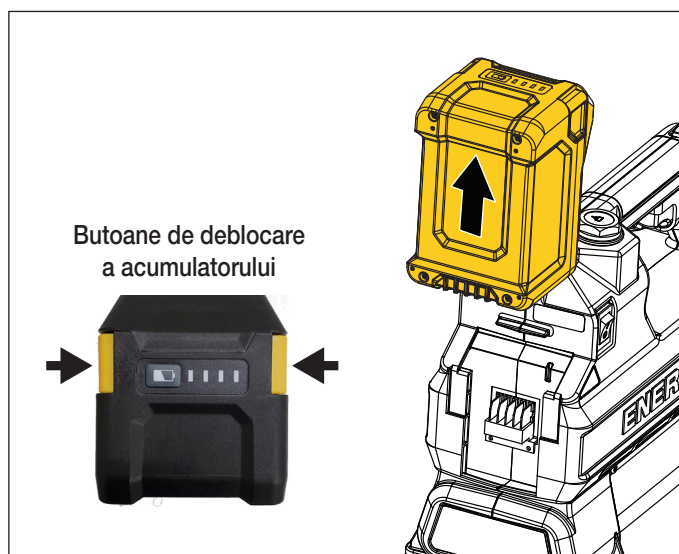

Figura 7: Acumulator - Demontare
- **Pentru a îndepărta acumulatorul din pompă:** Apăsăți lung butoanele de eliberare de pe fiecare latură a bateriei. Apoi, glisați acumulatorul în sus și scoateți-l din pompă. Consultați Figura 7.